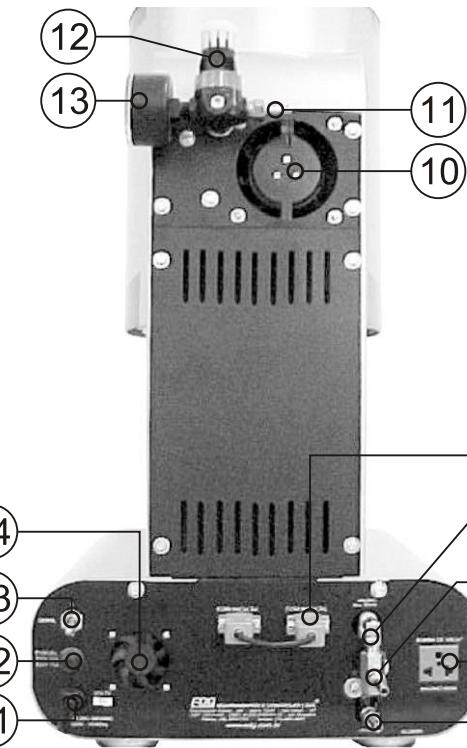

Fig. 1
4-1) Verifique se a tensão de sua rede é a mesma da indicada na etiqueta de seu forno. Fig 1 – item (1).